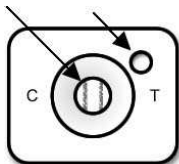

Fig. 1a. Positivo
El test Sure-Vue® *C. difficile* TOX A/B utiliza anticuerpos específicos para las toxinas A y B de *C. difficile*. El dispositivo contiene una *Ventana de reacción* con dos líneas verticales con anticuerpos inmovilizados (Fig. 1a). La línea de test ("T") contiene anticuerpos frente a las toxinas A y B de *C. difficile*. La otra es una línea de control ("C") y contiene anticuerpos frente a las IgG. El *Conjugado* contiene anticuerpos frente a las toxinas A y B unidos a peroxidasa de rábano picante. Para realizar el test, la muestra se añade a un tubo que contiene una mezcla de *Diluyente* y *Conjugado*. La mezcla muestra-conjugado diluida se añade al *Pocillo de muestra* y el dispositivo se incuba a temperatura ambiente durante 15 minutos. Durante la incubación, las toxinas A y B presentes en la muestra se unen al conjugado de anticuerpo antitoxina-peroxidasa. Los complejos toxina-anticuerpo migran a través de un filtro almohadillado y alcanzan una membrana en la que son captados por los anticuerpos antitoxina inmovilizados en la línea. A continuación, la *Ventana de reacción* se lava con *Solución tampón de lavado* y el test se desarrolla con la adición del *Substrato*. Tras una incubación de 10 minutos, se comprueba visualmente en la reacción "T" la aparición de una línea azul vertical en el lado "T" de la *Ventana de reacción*. La presencia de una línea azul indica un resultado positivo. Una reacción positiva "C", indicada por una línea azul vertical en el lado "C" de la *Ventana de reacción*, confirma que el test funciona adecuadamente y los resultados son válidos.
1. Obtenga un *dispositivo de membrana* por muestra y un dispositivo para el control positivo o negativo externo opcional según sea necesario. Las bolsas de papel de aluminio que contienen los dispositivos deben alcanzar la temperatura ambiente antes de abrirlas. Identifique los dispositivos de forma apropiada y oriéntelos en una superficie plana de forma que la letra “C” del dispositivo se encuentre a la izquierda, la letra “T” se encuentre a la derecha y el *Pocillo de muestra* pequeño se encuentre en la esquina superior derecha del dispositivo (Fig. 1a).